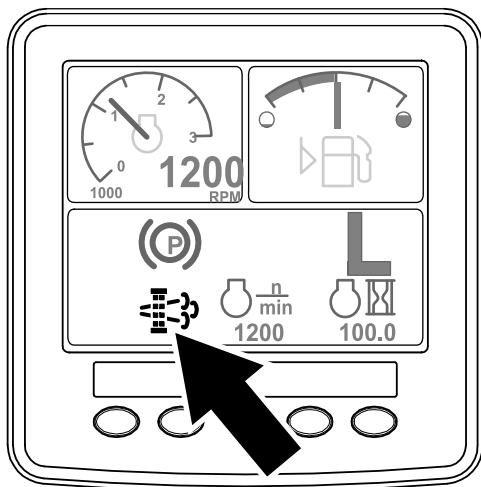

図 45
- インフォセンターに、駐車再生要求アイコンが表示されます 図 45。